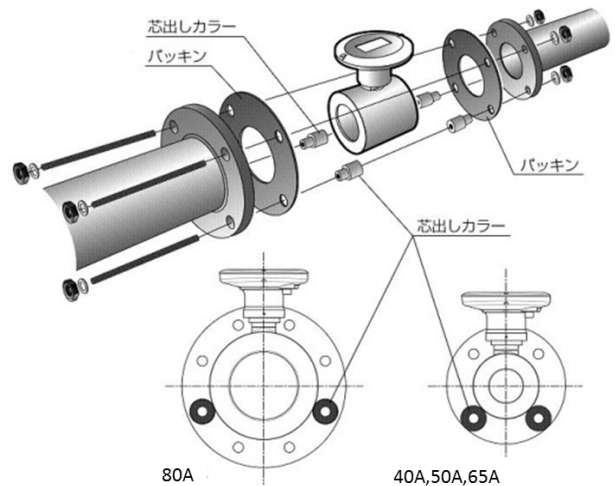

図 3-3 芯出しカラーの取り付け例
- 4) ウェハタイプの流量計は、流量計の中心軸と配管の中心軸が合うように取り付けてください。流量計と配管との中心軸のズレを小さくするため、付属の芯出しカラーを使用してください。図 3-3 に示すように、付属の芯出しカラーをフランジパッキンおよびフランジの穴に挿入して下さい。流量計を芯出しカラーに当てることにより、配管との中心軸を合わせることができます。ただし、配管の芯ずれ等により上下流両側への芯出しカラーの設置が困難な場合は、上流側のみ設置して下さい。
- 6) ウェハタイプの流量計は、M16 の寸切ボルト等で挟み込んで固定して下さい。（図 3-3. 参照）。締め付ける際には、片締めにならないように、均等に締め付けてください。